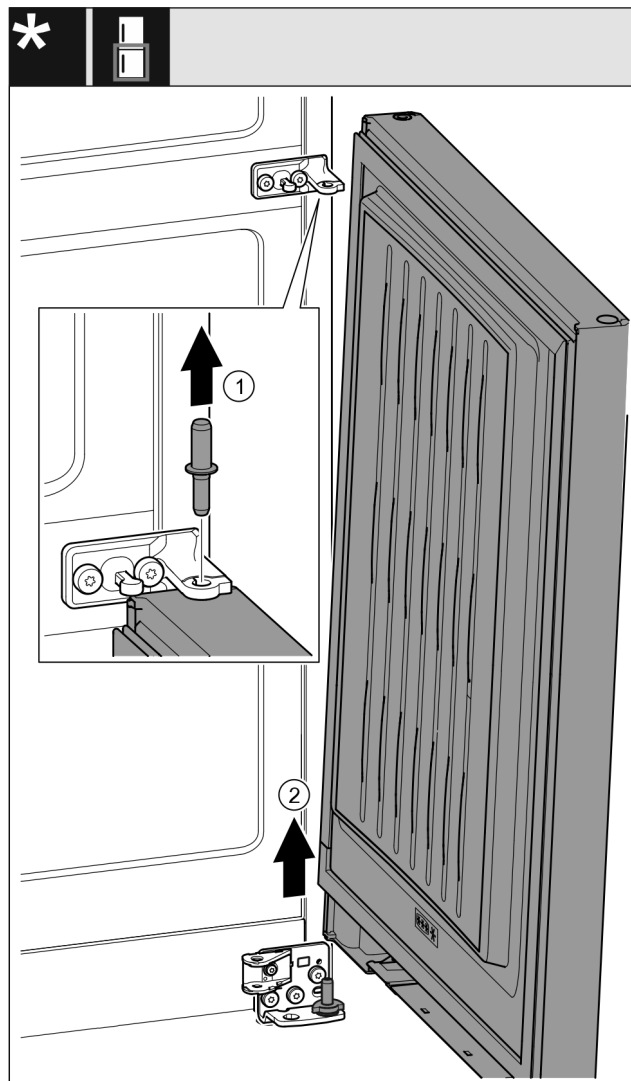

Fig. 21 *
- Čep vytáhněte nahoru. Fig. 21 (1)*
- Dveře kýváním vysadíte a odložte stranou. Fig. 21 (2)*